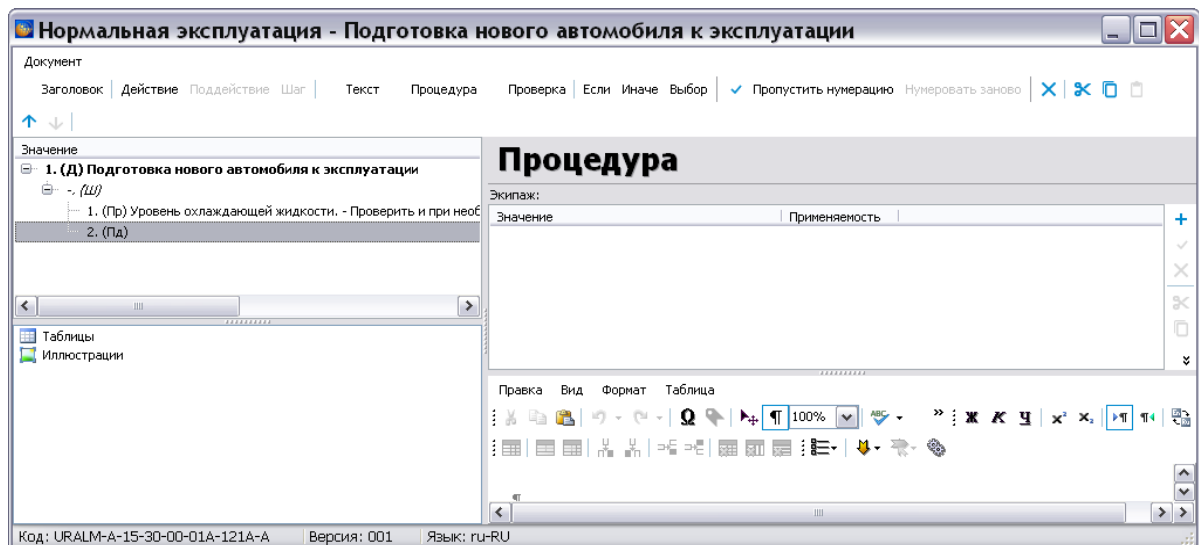

Рисунок 496
- 1) В левом верхнем окне редактора выделите созданный шаг и нажмите на кнопку **Добавить процедуру** Процедура. В дереве значений появится обозначение процедуры. В правом окне редактора появятся параметры для описания процедуры (рисунок 496).